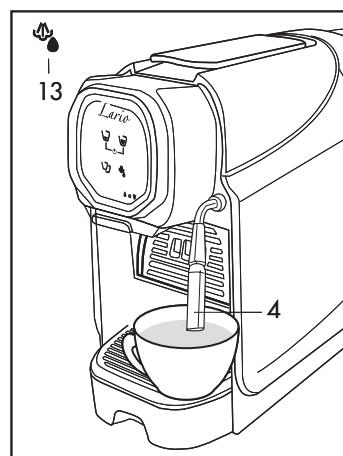

Fig. 12
- Coloque una taza debajo de la boquilla (4) (**Fig.12**)
- Manteniendo presionado el símbolo (13) la máquina dispensa agua caliente (**Fig.12**), suelte el botón cuando se alcanza la cantidad deseada
- Con la ligera presión de un toque en el símbolo (13) se activa la función vapor (**Fig.12**) pulse otra vez el botón para detener la función vapor